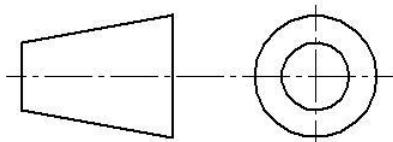

FIGURE 2 – Symbole de la convention européenne de dessin
Le dessin trois vues est un moyen efficace de transmettre toutes les informations concernant une pièce mécanique à une autre personne ne disposant pas de cette pièce. C'est par exemple ce genre de plan qui est transmis à un opérateur chargé de construire la pièce, il est donc nécessaire que ce plan soit précis, complet et sans ambiguïté. Deux conventions de dessin ont été créées : l'europpéenne et l'américaine. Nous ne verrons ici que la **convention européenne** dont le symbole est présenté par la Fig. 2
- ✦ Les **Traits d'axes**, marquant aussi bien les arcs de cercle que les cercles entiers. Ces lignes ont la priorité la plus basse, mais peuvent être continuées plus loin que la pièce en elle-même, car les axes de rotation sont théoriquement infinis. Lorsque l'on voit un axe de côté, le trait le matérialisant est une succession de traits et de points — - — - . De face, l'intersection de ces lignes forme une croix, comme vous pouvez le voir sur la droite de la Fig. 2.